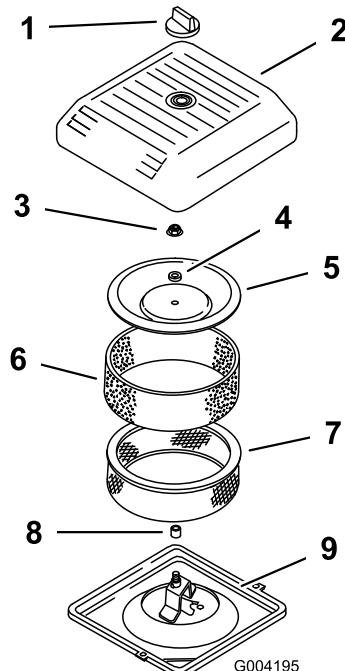

図 147
- ペーパーエレメントにスポンジエレメントを注意深く取り付ける(図 147)。